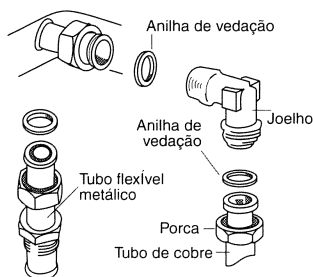

Fig. 14
- A ligação rígida. Junto com o fogão fornece-se um tubo de cobre, uma porca e uma junta de vedação (Fig. 14).
- A ligação com um tubo metálico flexível (Fig. 14). Neste caso há que evitar o contacto deste tubo com partes móveis da unidade de encastramento (por exemplo uma gaveta móvel) e a passagem através de espaços que pudessem ser susceptíveis de se obstruir.